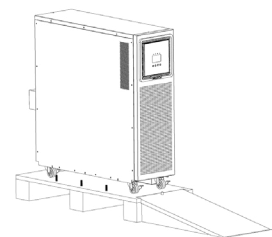

Abb. 11.
- ❑ Die Rampe wie in der Abb. 11 dargestellt anbringen und das Gerät von der Palette herunternehmen.